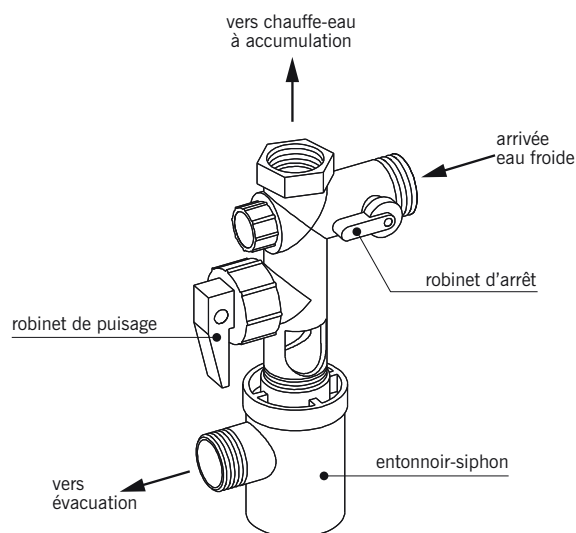

fig. 14.10
■ Le **groupe de sécurité** (fig. 14.10) : dispositif équipant obligatoirement tout système de production d'eau chaude sanitaire à accumulation. Il comprend une soupape de sécurité qui évite tout risque de surpression à l'intérieur du ballon en évacuant automatiquement l'excédent de vapeur dû à la dilatation de l'eau réchauffée.